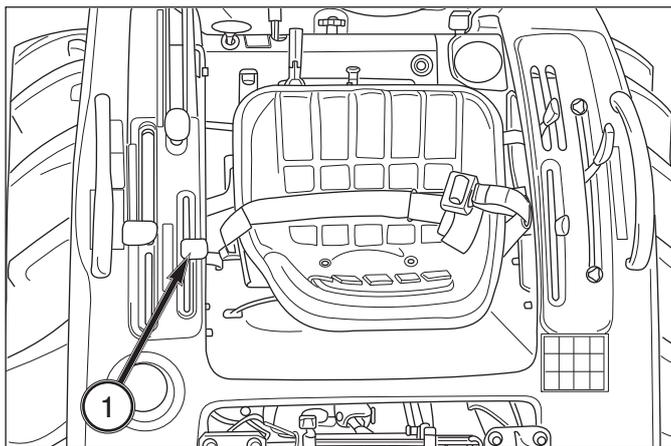

FIG. 4-25
**FIG. 4-25:** Le levier de sélection de prise de force arrière (PDF), 1, commande la prise de force arrière du tracteur. Quand le levier est poussé vers l'arrière, la prise de force arrière tourne à 540 tr/min. Quand le levier est poussé vers l'avant, la prise de force arrière tourne à 1000 tr/min. Quand le levier est ramené vers l'arrière en position neutre (N), le pignon est débrayé. (En cas de modèle à embrayage indépendant)